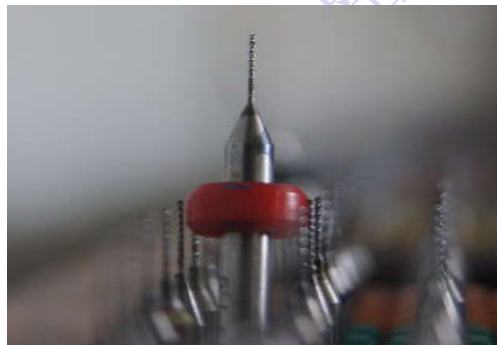

图 63
8) 请问以下哪些规格的钻咀是电路板工厂用到的 (如图 63 所示) (A、C)